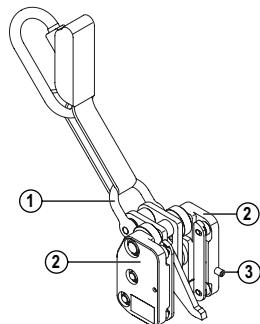

Abb. 16 Sicherungsläufer (GÜFA 5)
1. Sicherungsläufer am Schäkel (1) und Grundkörper (2) mit leichtem Zug nach unten halten und in Führungsrichtung in die Steigschutzschiene führen.
2. Die Schaftschraube (3) verhindert das falsche Einführen in die Steigschutzschiene (Abb. 16).